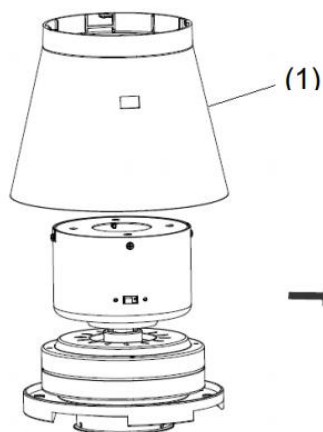

Fig. 6
- Instale la carcasa del motor (1) en el ensamblaje del motor. (Fig.6)